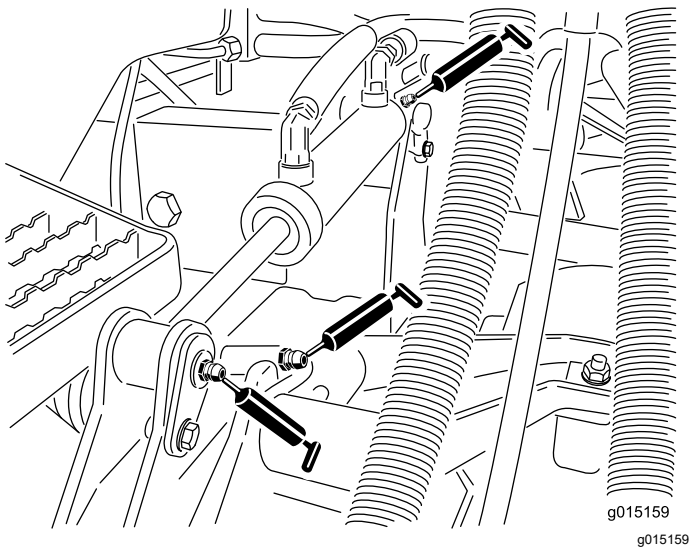

Figure 51
- Bagues de bras de levage (1 par unité de coupe) (Figure 51)
- Bagues de vérin de levage (2 par unité de coupe) (Figure 51)